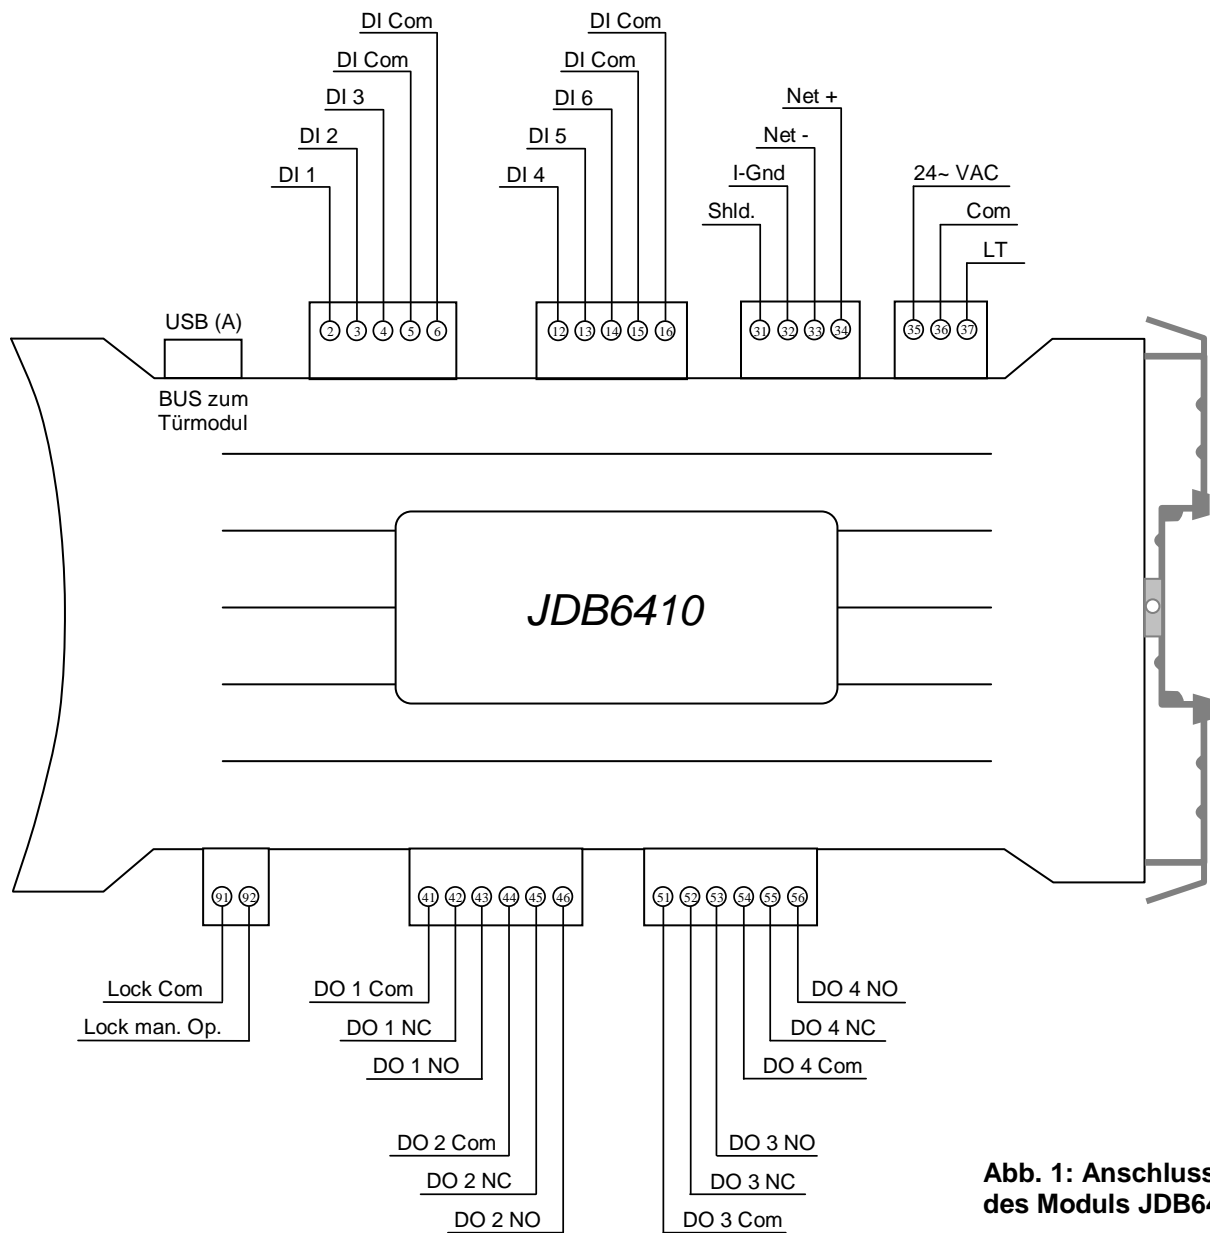

Abb. 1: Anschlussplan des Moduls JDB6410
1. Verdrahten Sie das Gerät gemäß dem Anschlussplan (siehe Abb. 1).